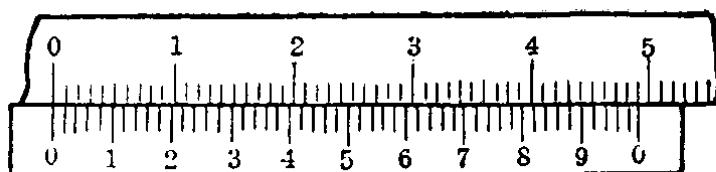

图 1-8 0.02 毫米游标卡尺的刻线原理
(3) 精度为 0.02 毫米的游标卡尺 这种游标卡尺的主尺每小格为 1 毫米, 每大格为 10 毫米。副尺每小格为 0.98 毫米。主尺与副尺每小格之差是 1 毫米 - 0.98 毫米 = 0.02 毫米, 如图 1-8 所示。